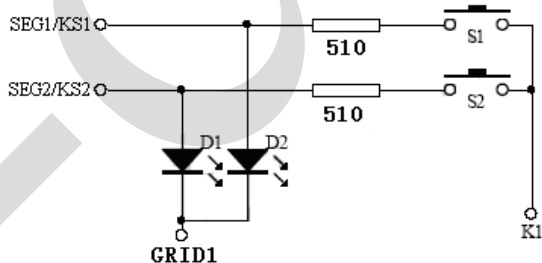

图15
2、在SEG1—SEGn上面串联电阻如图15所示,电阻的阻值应选在510欧姆,太大会造成按键的失效,太小可能不能解决显示干扰的问题。